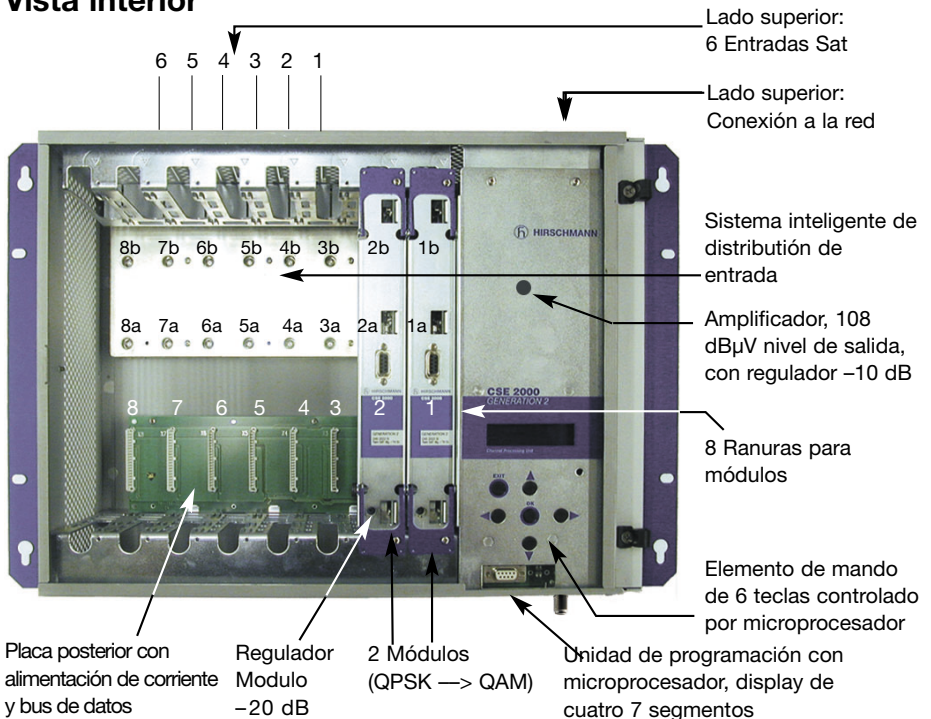

Fig. 1: Interior de la unidad base con 2 módulos DVB insertados
- ▶ El sistema de distribución de entrada posee 6 entradas SAT y 16 salidas SAT. El sistema de distribución de entrada pone a disposición de cada ranura para módulos dos salidas SAT, ver Fig. 1.